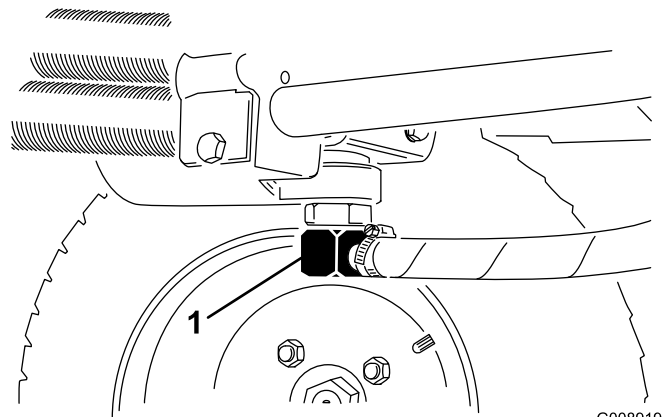
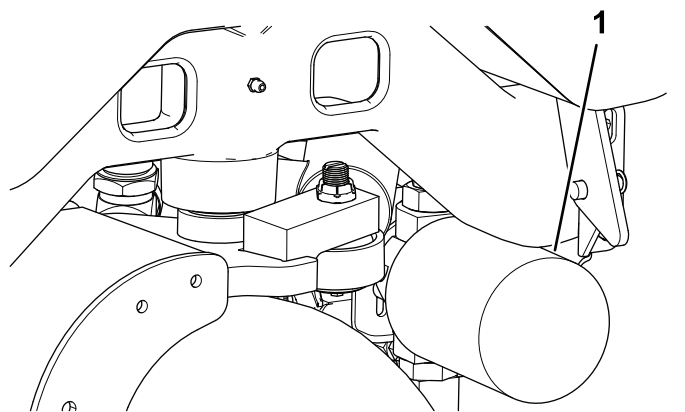

図 74
図 75
2. 油圧ラインの接続部 図 74 または油圧フィルタ 図 75 を外し、流れ出すオイルを容器に受ける。
4. フィルタ 図 75 の下に廃油受けを置いてフィルタを外す。